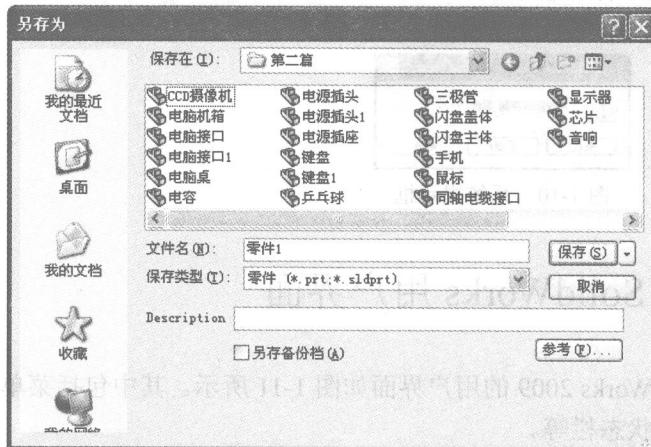

图1-7 “另存为”对话框
(1) 执行命令。在菜单栏中选择“文件”→“保存”命令，或者单击“保存”图标按钮，执行保存文件命令。
(2) 设置保存类型。此时系统弹出如图 1-7 所示的“另存为”对话框。在对话框中的“保存在”一栏用于选择文件存放的文件夹；“文件名”一栏用于输入要保存的文件名称；“保存类型”一栏用于选择所保存文件的类型。通常情况下，在不同的工作模式下，系统
在图1-7所示的“另存为”对话框中，可以文件保存的同时保存一份备份文件。保存备份文件，需要预先设置保存的文件目录。设置备份文件保存目录的步骤如下：